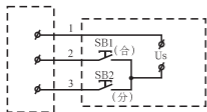

图2c 电动操作接线图
(3) 根据引出导线的编号或接线端子的编号接入电源 $U_s$ 和控制按钮见图2c。